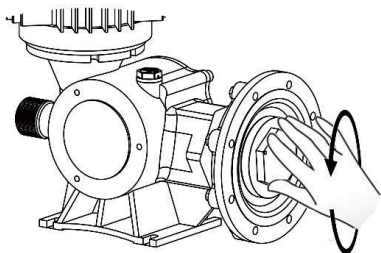
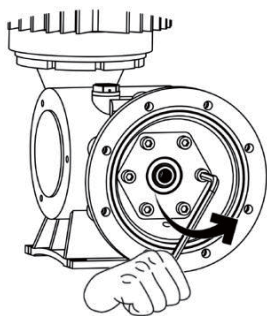

Рисунок 9
Рисунок 11
мембрана ослабнет и отделится от штока (см. рис. 9).
1. После завершения операции по пункту 6 (рис. 9) замены мембраны необходимо повернуть ручку регулировки хода на 100%, а затем с помощью гаечного ключа по диагонали открутить болты в перекачивающей секции (см. рисунок 11).